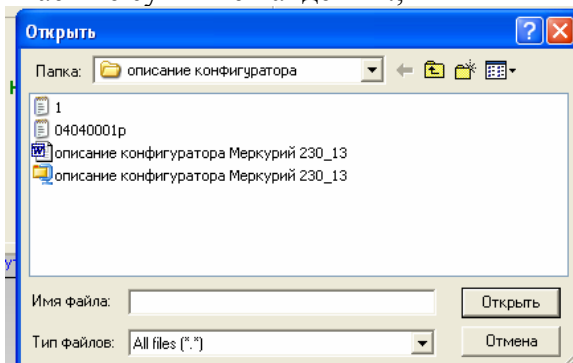

Рис.31
3. нажать кнопку «Открыть файл». При этом появляется диалоговое окно «Открыть» (рис. 31);